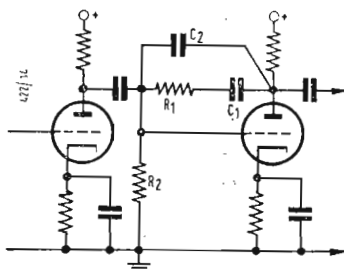
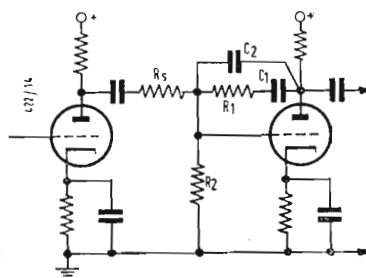

Fig. 3
Fig. 4
2°) Collegare detto contatto centrale all'ingresso I_1 (capo alto del potenziometro $R_1 = 0,5 \text{ M}\Omega$) di V_1 12 AU7 di fig. 3 (pagina 45 - n. 2 - 1959).
3°) Realizzare il circuito di fig. 3 limitatamente al tubo V_1 e al controllo dei toni fino al punto A (capo sinistro di $C_1 = 0,25 \mu\text{F}$).
4°) Collegare il punto A di fig. 3 al capo sinistro di $R_2 = 120 \text{ k}\Omega$ del Leak all'entrata in griglia del 1° stadio.
5°) L'apertura per il tweeter deve essere piccola non superiore a $16 \times 4,2 = 67,2$ cm² (come mostra la fig. 3 a pag. 211). Se i suoi due altoparlanti sono grandi, conviene montarli in una cassetta a parte, che potrà essere collocata sopra al mobile principale.
a) controreazione applicata a un solo stadio a triodo (fig. 3) preceduto da un altro triodo.
Il circuito di fig. 4 facente uso della R_g è preferibile a quello di fig. 3. Il circuito di
fig. 4 può essere applicato anche a uno stadio a pentodo seguente un triodo.